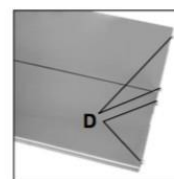

Figure 3
Avant d'essayer de retirer ou de remplacer la lame, la table en acier inoxydable doit être retirée. Pour ce faire, retirez les vis à tête creuse qui fixent le support de table (D) à la table. Puis, du côté gauche de la table, tirez la table vers l'arrière et retirez-la. Une fois retirée, placez la table sur une surface plane à l'écart de la machine pour éviter tout endommagement lors du travail avec la lame. (Figure 3)
Retirez les quatre vis à tête creuse du support de table, comme décrit à la page 7 (Figure 3). Ensuite, du côté avant gauche de la machine, tenez la table à deux mains et guidez-la vers le haut sur les deux roues de guidage de table (BB) de ce côté. Les roues doivent s'adapter aux rails déjà fixés au dessous de la table. Guidez la table sur le dessus de la machine vers les roues de guidage du côté opposé. Une fois la table en place, attachez le support de table. (Figure 15)